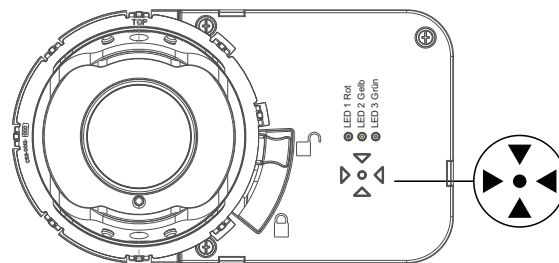
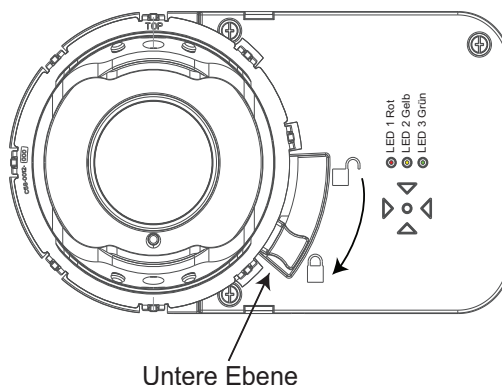

Abbildung 13-3: Pfeilsatz
Abbildung 13-5: Verriegelung und Sicherung der Optikkugel
*Bezogen auf die Abbildung 13-3 und Abbildung 13-5 für LED 1, 2 und 3.